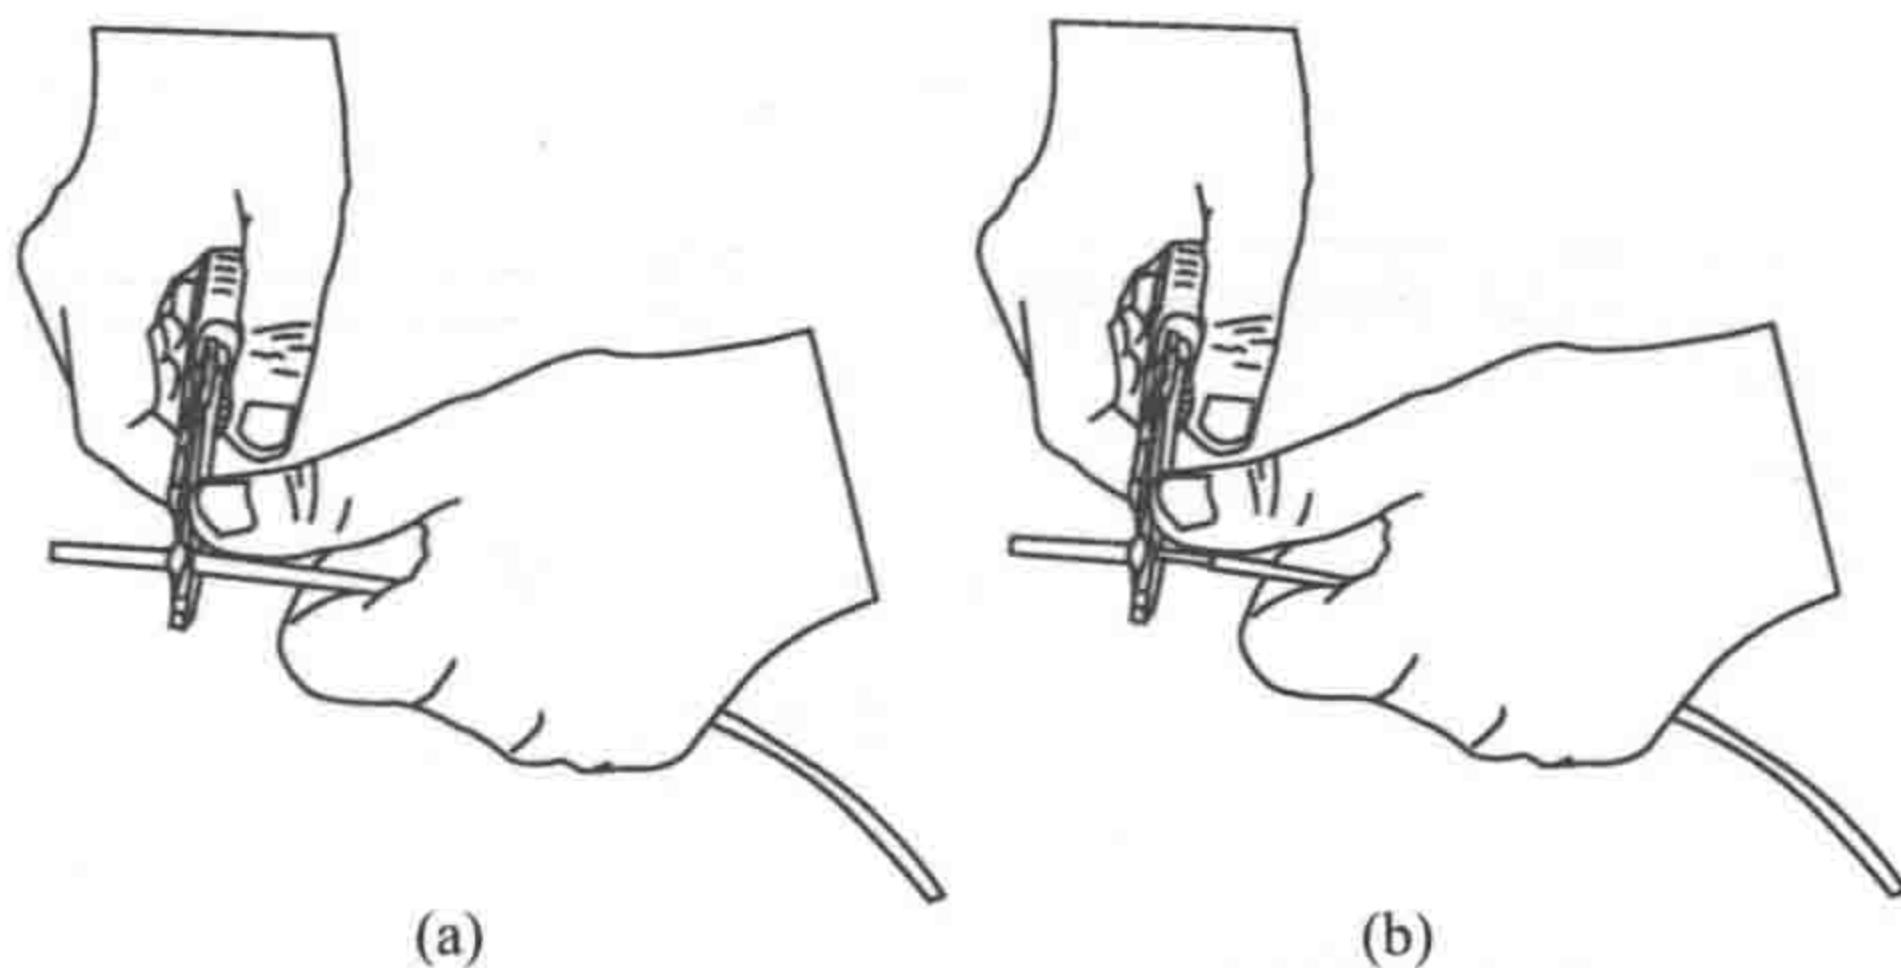

图 1-8 剥线钳的使用
③ 斜嘴钳 斜嘴钳主要用于切断较细的导线，特别适用于清除接线后多余的线头和飞刺等。
④ 剥线钳 剥线钳是剥离较细绝缘导线绝缘外皮的专用工具，一般适用于线径在 $0.6\sim2.2\text{mm}$ 之间的塑料和橡胶绝缘导线，如图 1-8 所示，其主要优点是不伤导线、切口整齐、方便快捷。使用时应注意选择铡口大小与被剥导线线径相当的剥线钳，若小则会损伤导线。